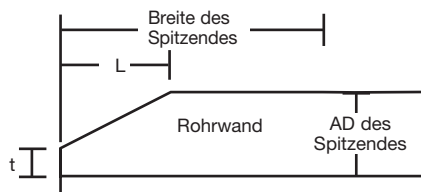

Abbildung 7-1 Definition der Abmessungen des Spitzendes des Rohres sowie der Fasen für Muffenverbindungen
- 4** Die Oberfläche im Verbindungsbereich säubern, raue Stellen abschmiegeln und mit einer Schleifmaschine das Rohrende anfasen, um den Zusammenbau zu erleichtern (siehe **Abbildung 7-1**). Weiteres Schleifen ist nicht erforderlich.